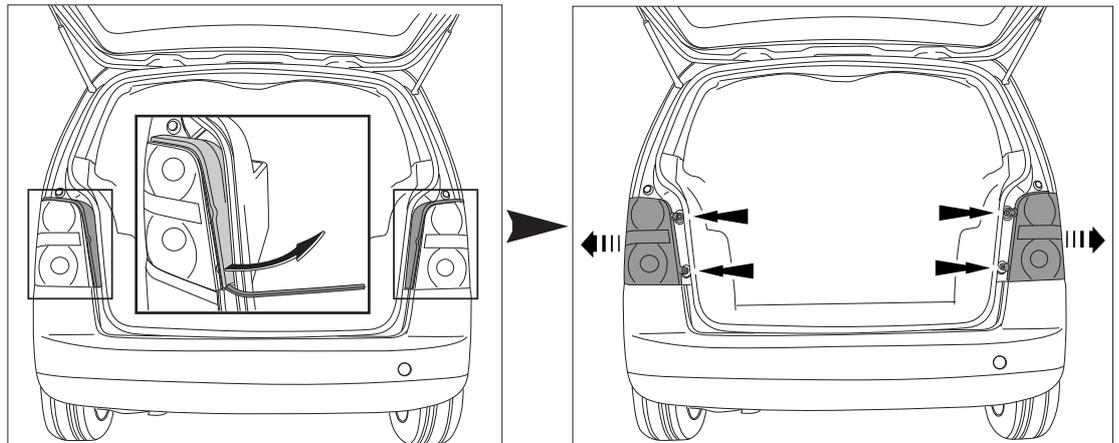

Fig. 1a
1. Remove the rear-light units. (See figure 1a).
1. Die Rücklichter abmontieren. Siehe (Abbildung 1a).
1. Démontez les feux arrière. (Voir la figure 1a).